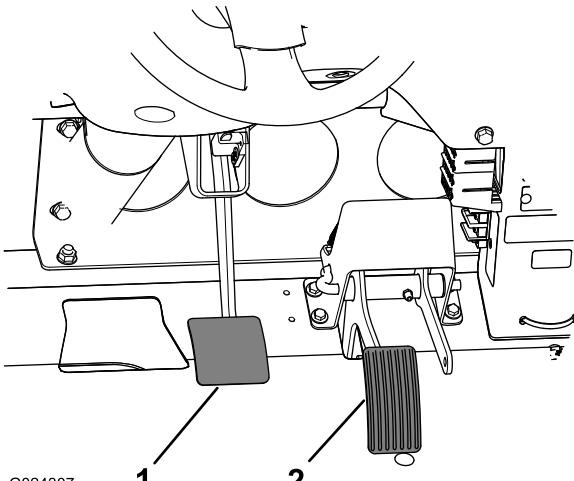

Figura 65
2. Levante o pedal de travão (Figura 65) até que este entre em contacto com a estrutura.
3. Liberte as porcas de segurança que fixam a culatra ao eixo do cilindro principal (Figura 65).